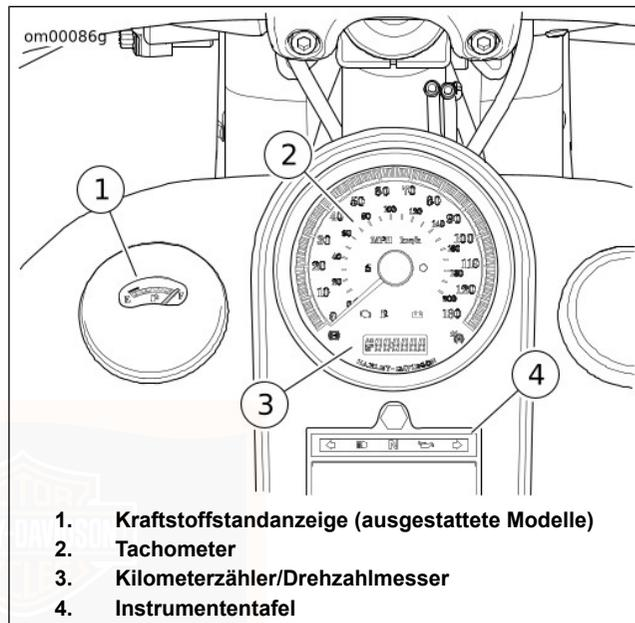
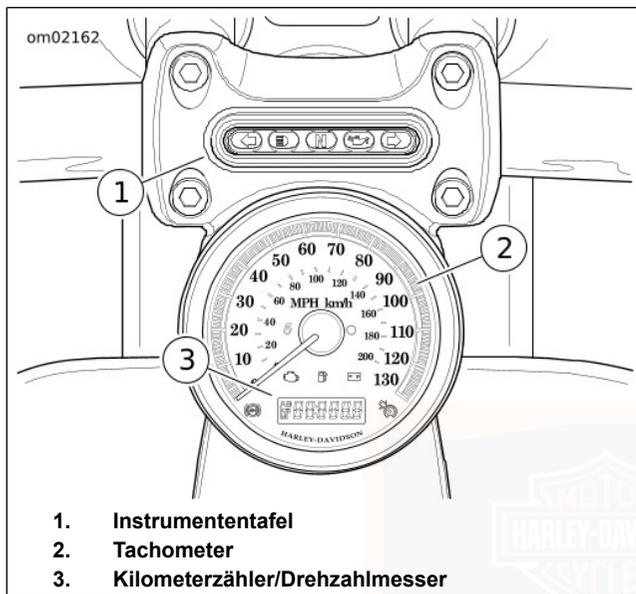

Abbildung 13. Instrumente: Alle außer FXSB
Abbildung 14. Instrumente: FXSB
Siehe Abbildung 13. Auf der Kraftstoffstandanzeige (1) befindet sich eine Anzeigenadel, die sich auf einer Skala von F (full - voll) bis E (empty - leer) bewegt. Der rote Bereich der Skala weist auf einen niedrigen Kraftstoffstand im Tank hin.
Siehe Abbildung 13 oder Abbildung 14. Der Tachometer (2) registriert die pro Stunde gefahrenen Meilen (nur US-Modelle), Kilometer (nur internationale Modelle) oder ist in bestimmten Märkten sowohl auf mph als auch auf km/h ausgelegt.